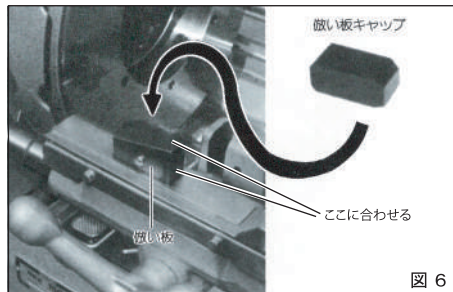

図 6
①付属の倣い板キャップを往復台の倣い板の上面と側面に合わせてかぶせてください。(図6)
②溝切りサイズに合ったダイヘッドを往復台にセットしてください。